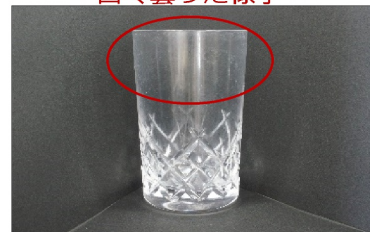

Fig.1 コップ外観
■ 家庭で使用しているガラスのコップが**白く曇った**ように**汚れている**、そんな経験は誰にでもあるかと思います。今回分析したコップ(Fig.1)は数年使用したもので、洗浄には無添加の食器洗い洗剤を利用していました。この白い物質の正体は何なのか、デジタルマイクロスコープ、走査電子顕微鏡による**拡大観察**、エネルギー分散形X線分析装置による**元素分析**、フーリエ変換赤外顕微分光装置による**成分分析**を行いました。